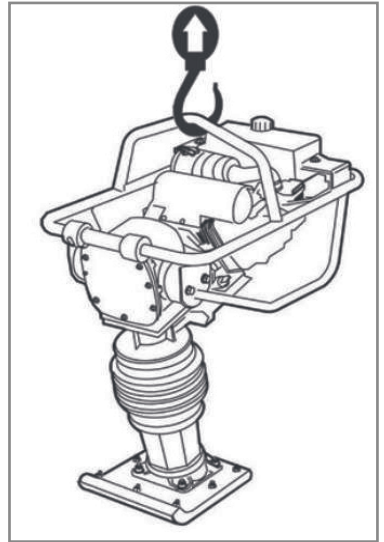

Рис. 19 Точка зацепа крюка подъемного устройства
8. Закрутите пробку 2 и верните вибротрамбовку в рабочее положение (Рис. 19).
Перемещение вибротрамбовки на значительное расстояние к новому участку работы осуществляется только грузовым транспортом. Погрузочно-разгрузочные работы должны осуществляться только с использованием подъемных устройств. Точка зацепа крюка подъемного устройства показана на Рис. 19.